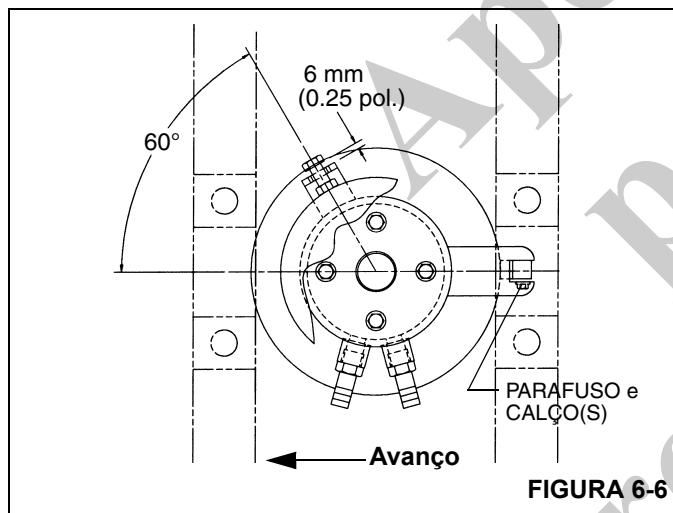

FIGURA 6-6
3. Verifique se o furo rosqueado na parte inferior da base da rótula elétrica está alinhado com o furo de montagem no suporte da caixa da rótula de água. Instale o parafuso através do furo no suporte e instale a porca. Aperte o parafuso no furo na base da rótula elétrica até que a cabeça do parafuso fique a aproximadamente 6,4 mm (0.25 pol.) do suporte. Aperte a porca de encontro à rótula elétrica (consulte a Figura 6-6).